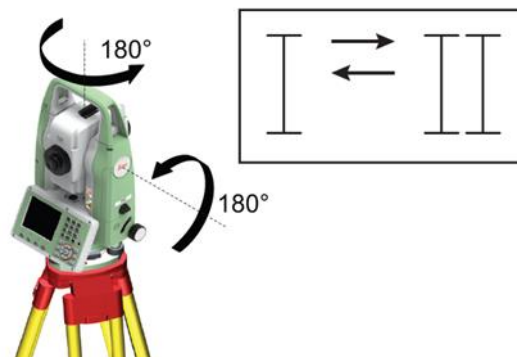

Рисунок 30 – Смена круга
6. Смените круг и повторите измерения (рисунок 30).